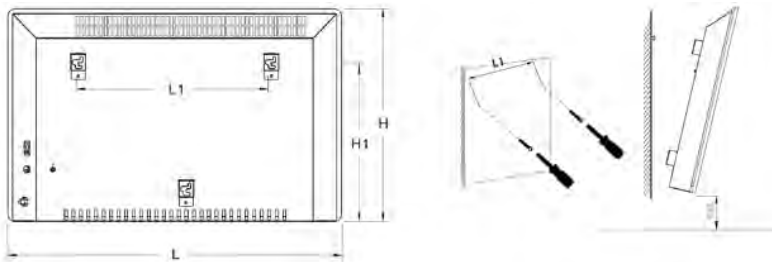

Рис. 5
1. Просверлите отверстия в стене в соответствии с отверстиями на кронштейнах крепления и установите дюбели и саморезы (рис. 5).